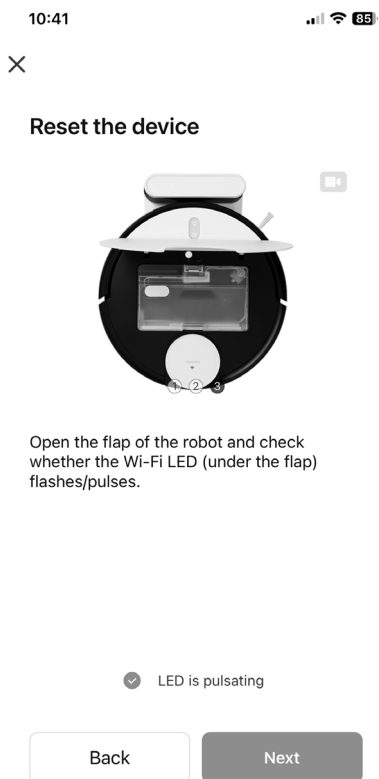

Fig. 5
- ▶ Cliquez sur le bouton **LED IS PULSATING** lorsque la LED émet des pulsations visibles (**voir fig. 5**).